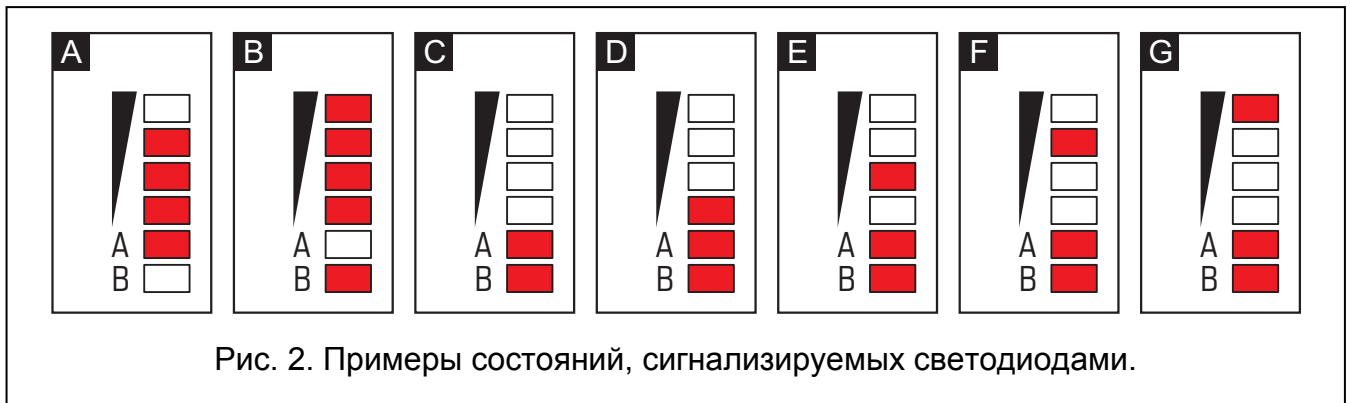

Рис. 2. Примеры состояний, сигнализируемых светодиодами.
- 3 - **светодиоды**, отображающие состояние модуля. Светодиод А мигает во время передачи по GPRS-каналу. Светодиод В мигает в случае отправки SMS-сообщения или звонка, осуществляемого модулем (тестовая передача CLIP). Остальные светодиоды индицируют уровень сигнала, принимаемого телефоном GSM. Одновременное мигание светодиодов А и В индицирует подключение к сети GSM. В случае проблем с подключением к сети GSM, мигание остальных светодиодов индицирует аварии (см.: рис. 2).
Дополнительную информацию об авариях показывают светодиоды на плате электроники (см.: рис. 2).
Примечание: Если PIN-код SIM-карты не будет совпадать с кодом, записанным в памяти модуля, то об этом сообщат светодиоды на плате электроники (см.: рис. 2 пример F). Очередная попытка ввести